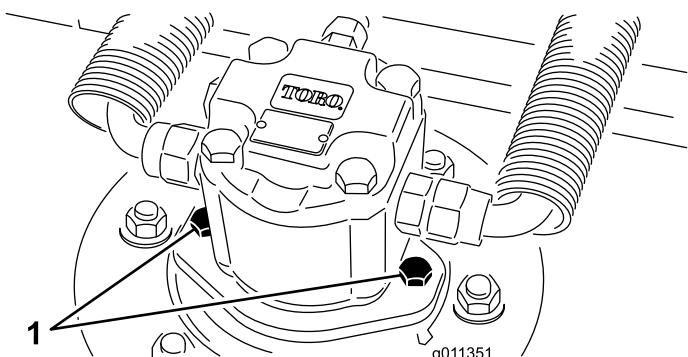

図 61
2. デッキから油圧モータを外す図61。異物がつかないように、スピンドル上部にはカバーをかけておく。
4. デッキに油圧モータを取り付ける図61。Oリングを忘れずに、また、損傷させないよう注意して取り付ける。